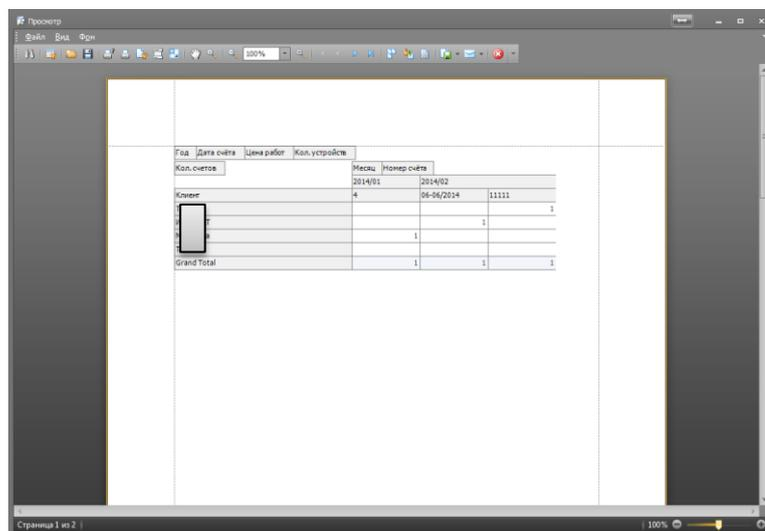

Рисунок 79
- Для того чтобы распечатать полученный отчет нажмите кнопку – Печать\экспорт данных , панели управления формы. В открывшемся редакторе – Просмотр (рис.79)